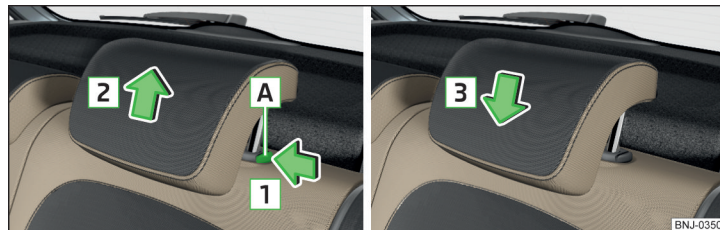

Fig. 75 Scoaterea/introducerea tetierei
- Mențineți apăsată tasta de siguranță **A** în direcția săgeții **1** și scoateți tetiera în direcția săgeții **2** » fig. 75.